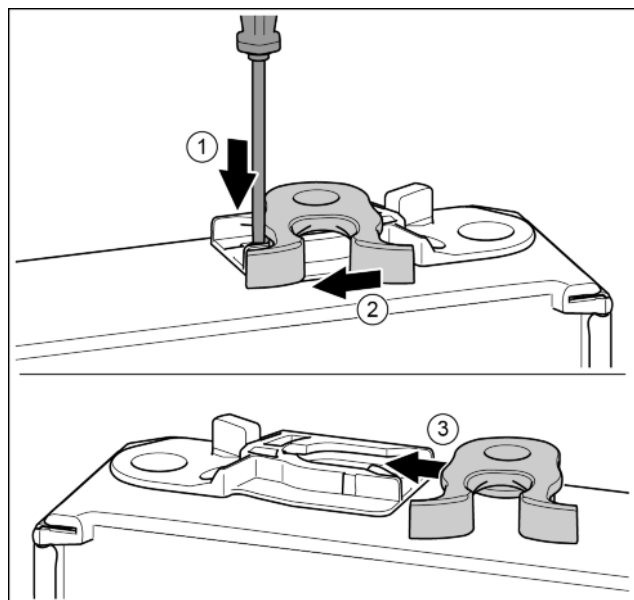

Fig. 17\*
- Pousser vers le bas la languette avec un tournevis plat. Fig. 17 (1)\*
- Tirer le crochet de fermeture en dehors du guide. Fig. 17 (2)\*
- Pousser le crochet de fermeture dans le guide de l'autre côté. Fig. 17 (3)\*